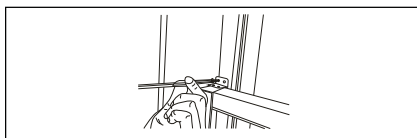

Fig. 16
6. For å sikre den nedre vindusrammen i posisjon festes den rettinklede vindusrammelåsen med en 1/2" (12,7 mm) skruer slik som vist (Fig. 16).